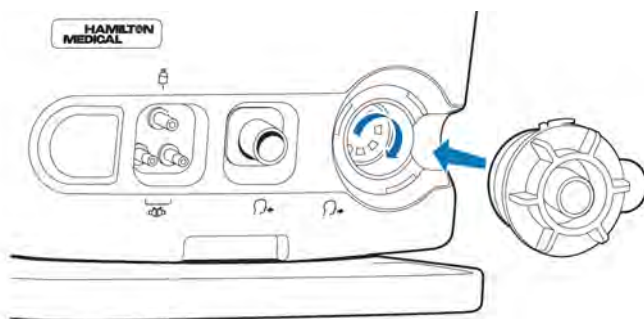

Figura 2-3. Instalación de la válvula espiratoria
1. Sujete la carcasa de la válvula espiratoria (figura 2-3) y monte la membrana de silicona en la carcasa.